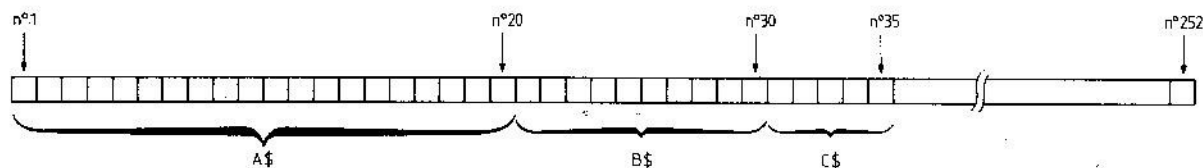

FIGURE 8. – Exemple d'affectation de chaînes de caractères au moyen de FIELD.
– FIELD # 1, 20 AS A\$, 10 AS B\$, 5 AS C\$ associera la variable A\$ aux 20 premiers caractères du buffer du canal 1, B\$ aux 10 caractères suivants, C\$ aux 5 caractères suivants comme schématisé figure 8. Les caractères restant dans le buffer ne seront pas affectés et seront, de ce fait, inaccessibles. Chaque définition de FIELD pour un buffer donné annule et remplace toute définition précédente éventuelle. De même, lorsqu'un FIELD a été défini, peu importe que le contenu du buffer change, le FIELD s'appliquera aux dernières valeurs présentes dans le buffer.